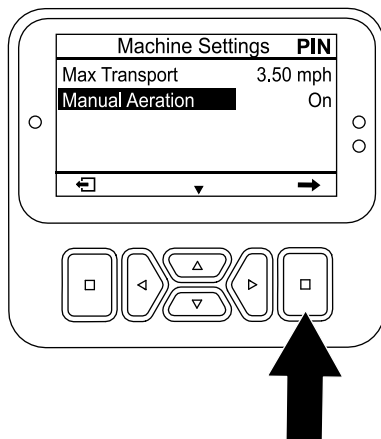

Bild 113
5. Drücken Sie die Taste „nach unten“, bis die Option MANUAL AERATION [Manuelles Aerifizieren] ausgewählt ist, und drücken Sie die Auswahl taste (Bild 113), um das manuelle Aerifizieren auf EIN einzustellen.